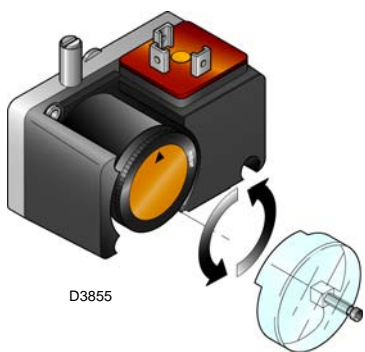

Fig. 21
- Regular el presostato gas de mínima al inicio de la escala (Fig. 21).